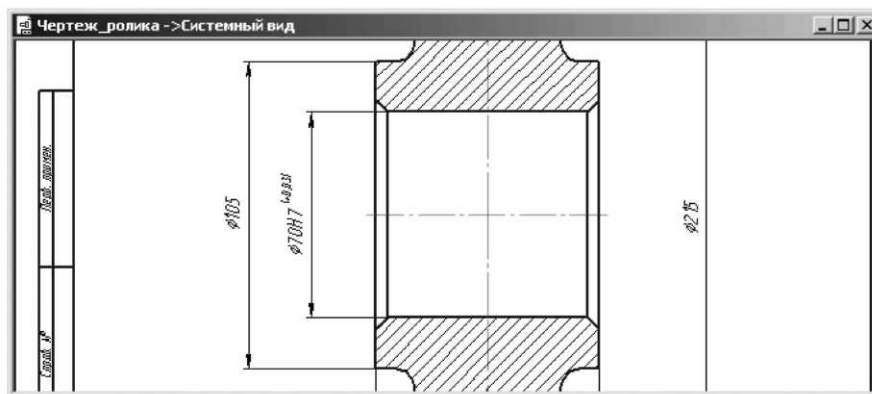

Рисунок 4.12 Результат установки значка диаметра й величини квалітету отвору ролика
– клацніть у поле креслення для зняття виділення з раніше виділеного розміру (рис. 4.12).